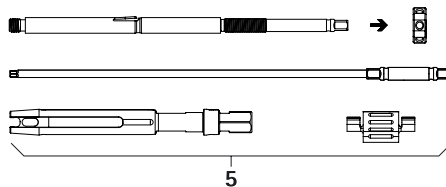

Fig. 2
- Desmontar completamente a alavanca de reposição percutânea 5, ver Fig. 2 e desapertar a porca tensora.